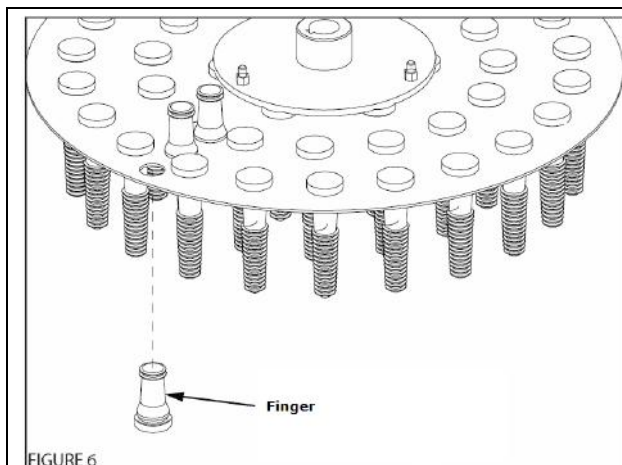

FIGURE 6
6. Federwanne abnehmen und Finger auf Fingerplatte montieren (**FIGURE 6**)